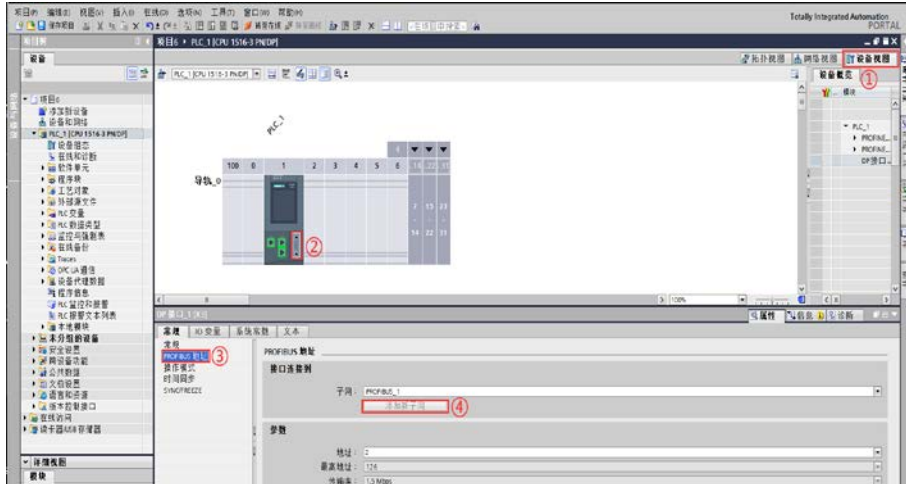
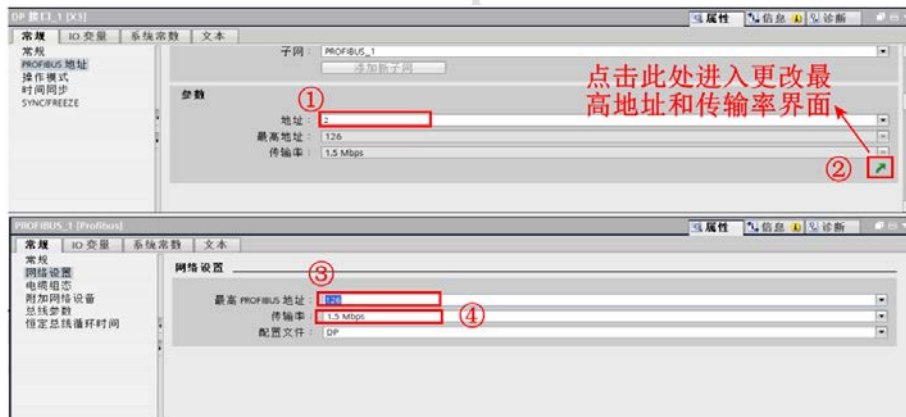

图 3.3 PLC 参数配置（一）
图 3.4 PLC 参数配置（二）
- 在工作区的【设备视图】下选中控制器的 DP 接口，在其属性窗口选择【常规】选项卡内的【PROFIBUS 地址】项内，点击【添加新子网】创建子网【PROFIBUS_1】，填写 DP 接口的【地址】、【最高地址】及【传输率】，如无特殊要求，一般默认即可，如图 3.3、图 3.4 所示。